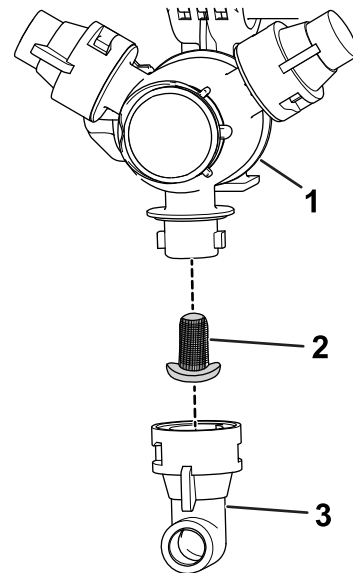

图16
2. 从喷嘴转动架卸下喷嘴（图16）。
3. 拆下喷嘴过滤器（图16）。
5. 安装喷嘴过滤器（图16）。
6. 将喷嘴安装到喷嘴转动架上（图16）。